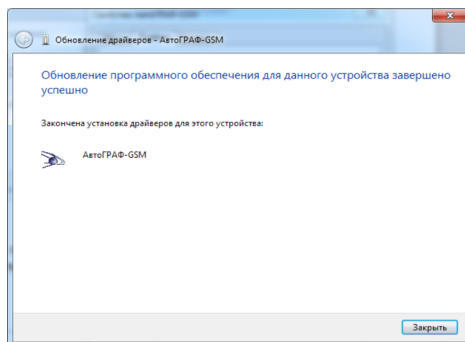

Рис.45. Окончание обновления драйверов устройства
5. После завершения установки система распознает подключенное устройство (Рис.45).